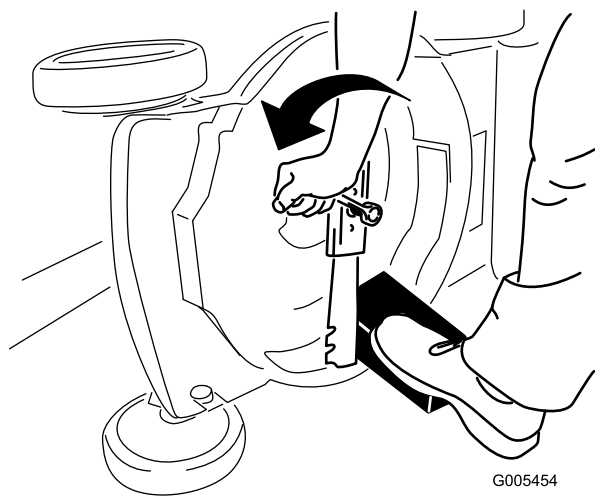

Figura 20
3. Utilice un bloque de madera para inmovilizar la cuchilla (Figura 20).
4. Retire la cuchilla, conservando todos los herrajes de montaje (Figura 20).